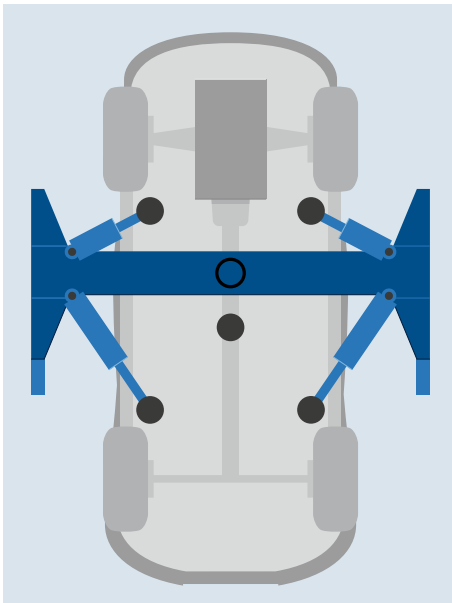

Abb. 1
2. **Tragfähigkeit mit mehr als 3500 kg:** Die Lastverteilung darf zwischen 3:1 und 1:3 liegen. Die zulässige Last- verteilung ist auch einzuhalten, wenn Teile des Fahrzeugs ausgebaut werden. Sind Tragarme paarweise unterschiedlich lang, so sollte die größere Last auf die kurzen Tragarme aufgenommen werden (Abb. 1). Die Aufnahme des schwereren Teils des Fahrzeugs auf die langen Tragarme würde zu einer größeren elastischen Durchbiegung der Tragarme und da- durch zu Schwankungen des Fahr- zeugs bei Instandhaltungsarbeiten führen.